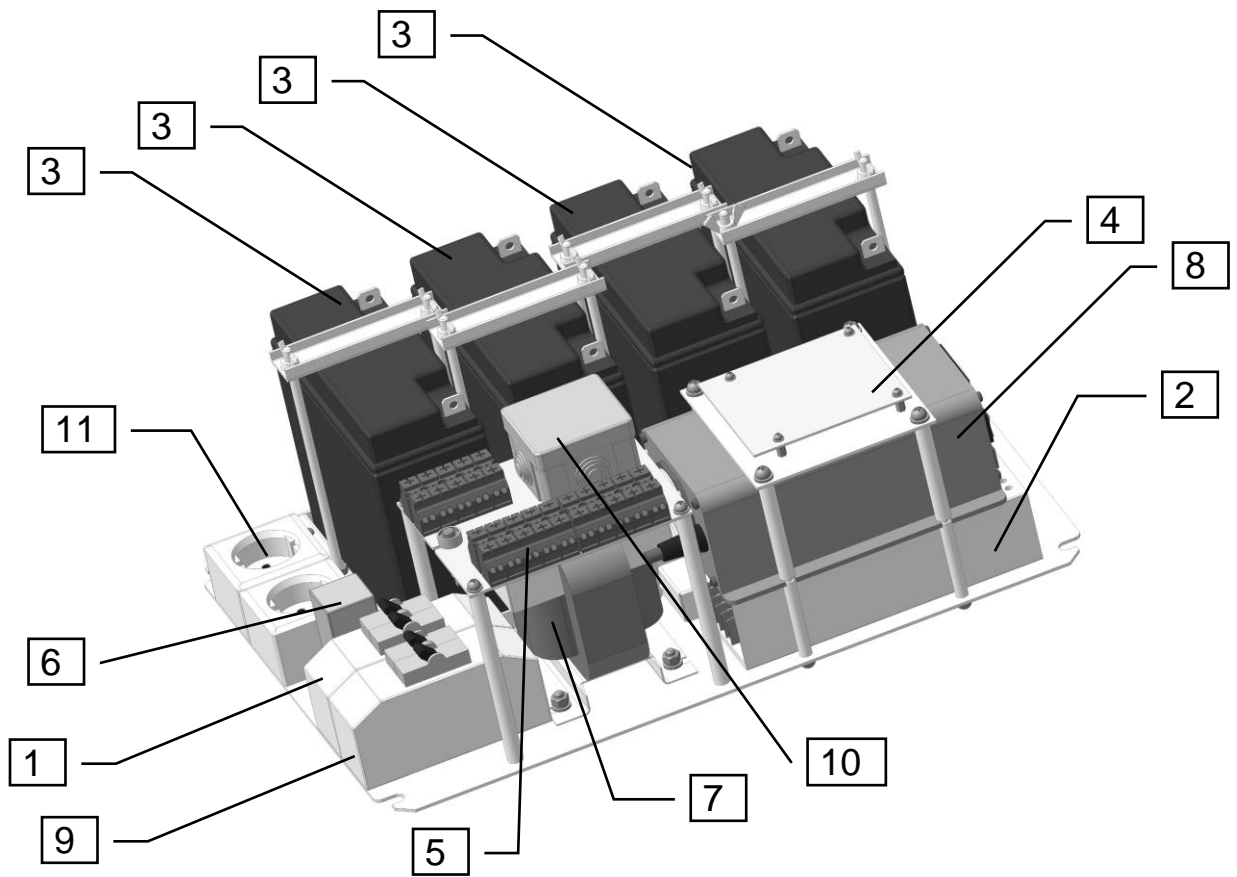
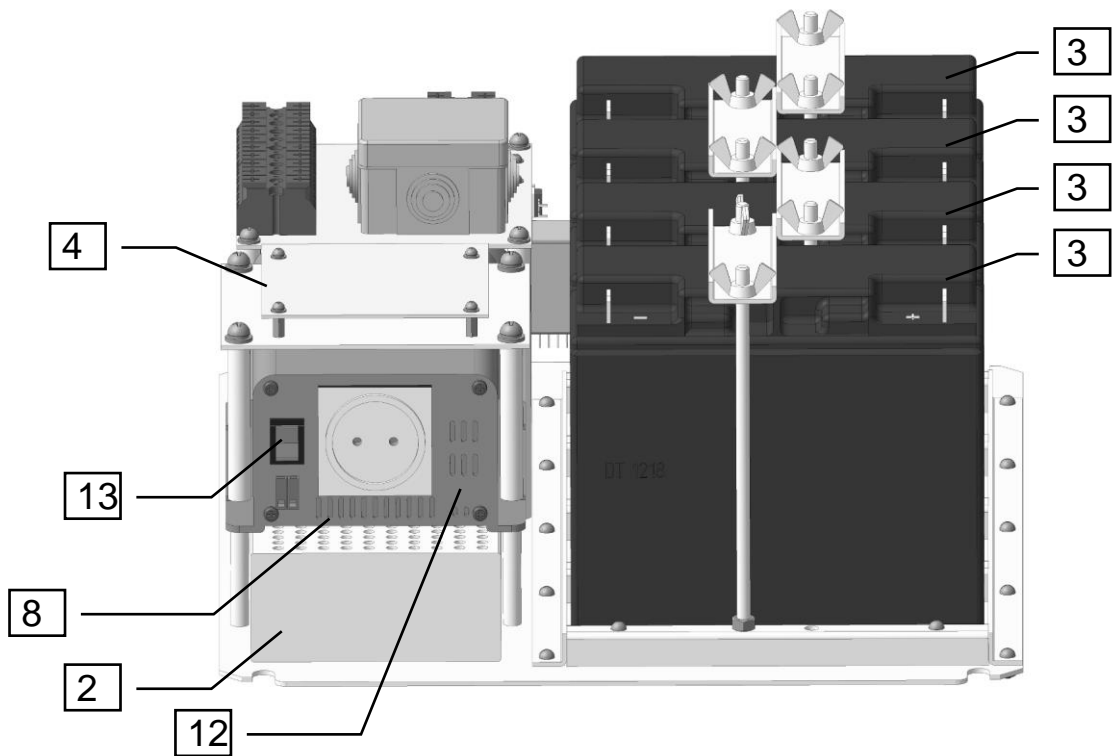

Рис. 2 Устройство БП переменного тока с входным напряжением 380В
Рис. 3 Устройство БП переменного тока с входным напряжением 380В
Устройство ББП220/24-36-380 и ББП220/12-72-380 (без корпуса и внутренних соединений) показано на Рис. 2 и Рис. 3.
В ББП переменного тока (ББП220/24, ББП220/12) напряжение с выхода V1 преобразователя AC-DC дополнительно поступает на вход преобразователя DC-AC. Преобразователь DC-AC формирует на своем выходе напряжение переменного тока 220В 50Гц. Наличие выходного напряжения преобразователя DC-AC контролируется по свечению индикатора на его корпусе (поз.12 Рис. 3) в соответствии с руководством по эксплуатации преобразователя. Напряжение с выхода преобразователя DC-AC через устройство защитного отключения поступает на блок клеммных колодок переменного тока и на блок розеток.
2.1.3 В ББП переменного тока перевести выключатель преобразователя DC-AC, находящийся на торце преобразователя, в положение ВЫКЛ (среднее положение трехпозиционного выключателя). Расположение выключателя (поз.13) и индикатора (поз.12) преобразователя DC-AC показано на Рис. 3. Перевести устройство защитного отключения (поз.9 Рис. 2) в положение ВЫКЛ.